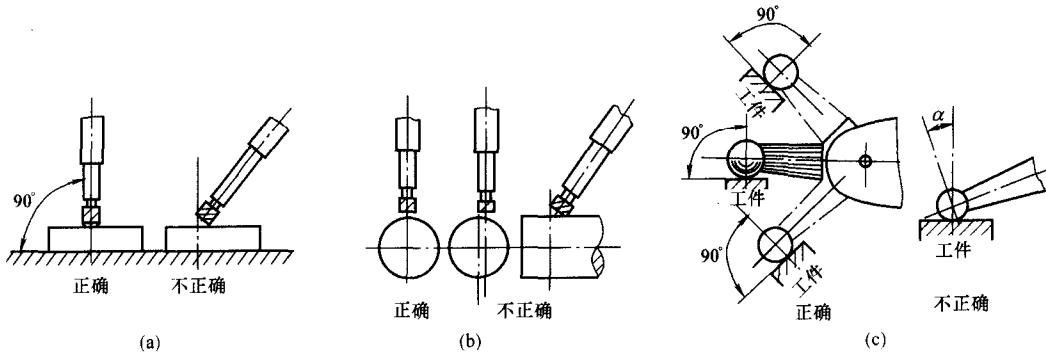

图 1-10 百分表的正确位置
(1) 使用磁座百分表测量工作时，必须将其固定在可靠的支架上。
(2) 百分表的装夹要牢固，夹紧力适当。检查测杆是否灵活，夹紧后不可再转动百分表。
(3) 测量时，应使测头处于被测工件表面的正确位置，否则将产生较大的测量误差。百分表的正确位置如图 1-10 所示。